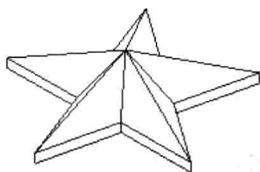

图 2-3 五角星（直的）
⑧ 输入截面 1 和截面 2 的距离 5、截面 2 和截面 3 的距离 20。
⑨ 单击定义窗口中的“确定”，完成混合特征建模，如图 2-3 所示。